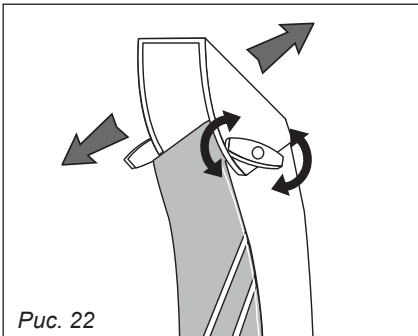

Рис. 22
14.1. Регулировка наклона крыла разгрузочного желоба (рис. 22)